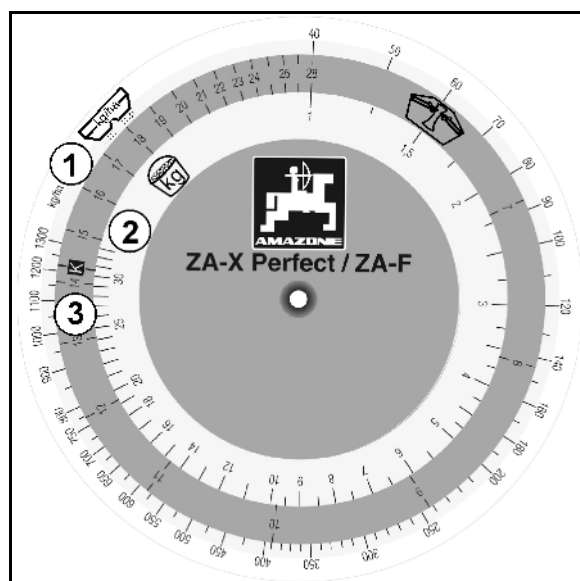

Bild 67
1. Häng upp uppsamlingsbehållaren (Bild 67/1) i hållaren (Bild 67/2) med hjälp av bärbygeln. Haka fast uppsamlingsbehållaren i klämanordningen (Bild 67/3).
2. Öppna sidospjället (Bild 67/4) till utloppsrännan helt genom att dra ca 5 sekunder i vajern (Bild 67/5) (för att säkerställa ett likformigt gödselflöde). Håll därefter tillbaka den uppsamlade gödselmängden i spridarens behållare.
5. Kör mätsträckan från start- till stoppunkten under fältbetingelser, dvs. med avsedd, konstant arbetshastighet. Exakt vid mätsträckans startpunkt öppnar du sidospjället (Bild 67/4) till utlopps-rännan helt med hjälp av vajern (Bild 67/5) – dra till stopplåget – och vid slutpunkten stänger du det (när vajern släpps drar fjädern (Bild 67/6) tillbaka sidospjället till stängt läge).